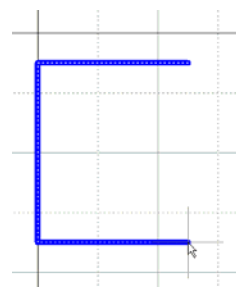

図 30 最初のパートのボディを定義するために Polyline を配置します。
6. 完成したポリラインは、図 30 のようになります。コンポーネントを保存します。